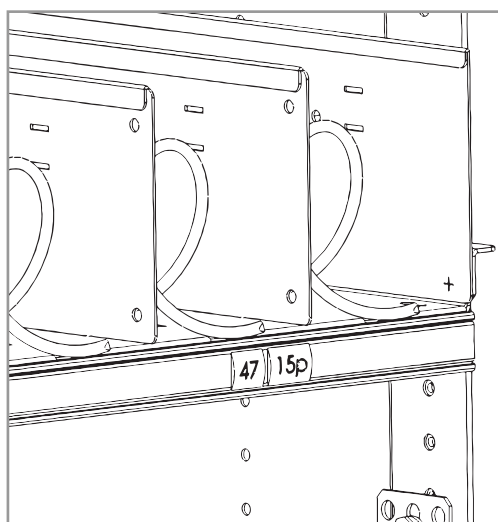

Рисунок 11 - Установка ценников
- установите цены в жёлоба для ценников (см.рис.11).